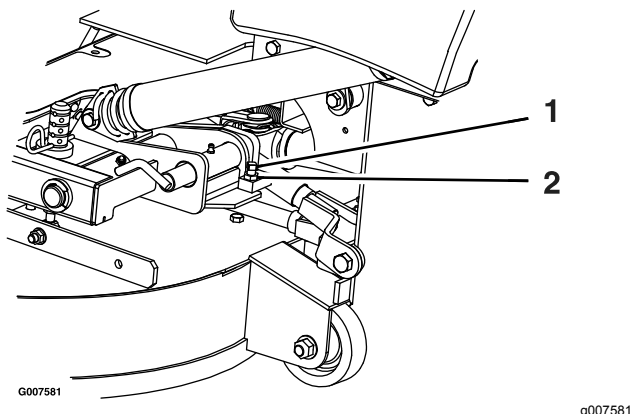

Figure 74
- Desserrez l'écrou de blocage et tournez la vis de butée dans le sens horaire jusqu'à ce que la goupille de verrouillage soit serrée et ne puisse pas être tournée à la main (Figure 74).